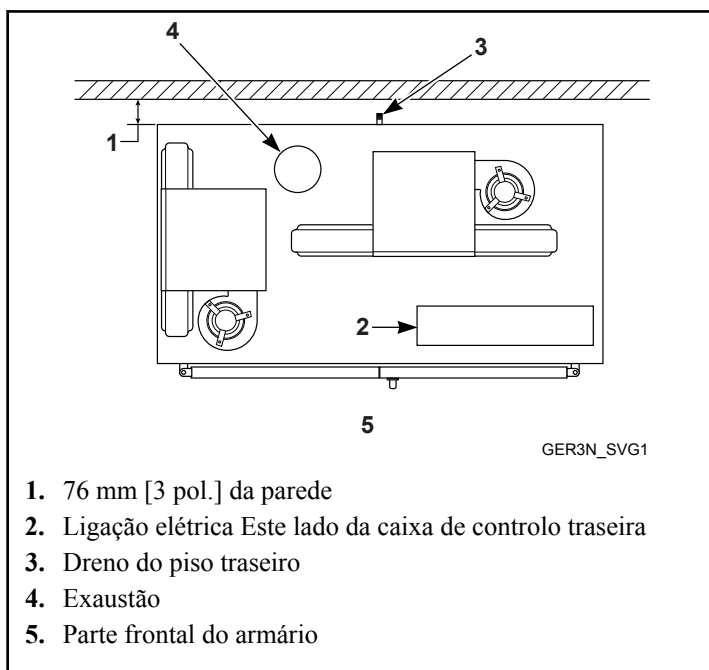

Figura 3
6. O painel posterior da máquina deve estar no mínimo a 76 mm [3 pol.] da parede. Consulte a *Figura 3*.